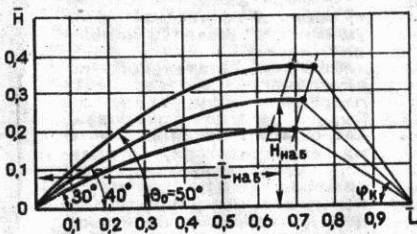

Рис. 6. Траектории механизированного набора высоты при различных начальных углах подъема θ_0 .
Как видим из (31) и (32), траектория набора определяется только начальным углом подъема θ_0 и для нескольких значений последнего изображена на рис. 6**. Из этого рисунка видно, что набор высоты происходит с постепенным уменьшением угла подъема вплоть до выхода планера в нормальный угол планирования, когда и производится отцепка.